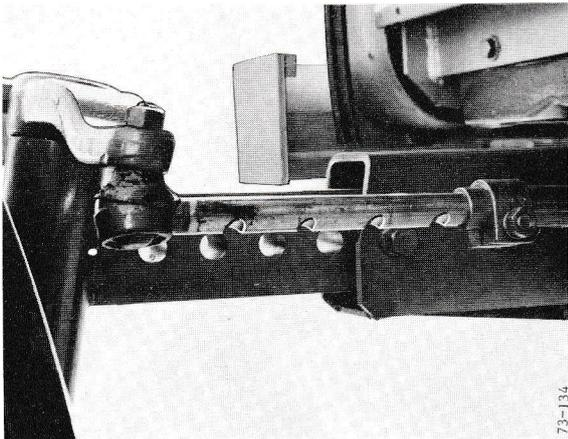

Figure 80
- 5 - Positionner les barres de direction télescopiques en fonction de la voie avant choisie figure 80. Placer les boulons dans les colliers de serrage en s'assurant qu'ils sont bien engagés dans les échancrures correspondantes de la partie pleine des barres de direction. Serrer les écrous.